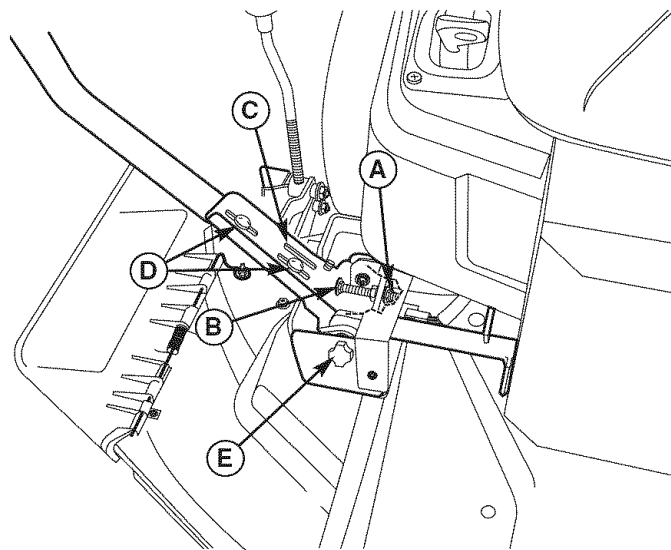

Figura 34. Ajuste de las Palancas de Control
Jale las palancas hacia adentro, encima del regazo del operador a la posición de DRIVE. Afloje los pernos de montaje (D, Figura 34) y suba o baje las palancas a la posición deseada. Apriete los pernos de montaje (D).
La brecha final de las palancas de control deben ajustarse de modo que las palancas no se toquen entre sí cuando se pongan en posición de DRIVE. Afloje la contratuerca (A, Figura 34) y ajuste la longitud del tornillo de cabeza redonda (B) de modo que las palancas no se toquen entre sí. Repita lo mismo en el lado opuesto. Apriete la contratuerca (A) para fijar el tornillo de cabeza redonda en su posición.
El espacio entre el operador y las palancas de control puede incrementarse quitando el perno de montaje más bajo (D, Figura 34), girando la palanca hacia adelante y reinstalando el tornillo de cabeza hexagonal a través de las palancas de control y la ranura delantera (C). Repita lo mismo con la palanca de velocidad.
Si el tractor vira a la derecha o a la izquierda cuando las palancas del control de velocidad están en la posición de velocidad máxima hacia adelante, la velocidad máxima de cada una de las palancas puede balancearse girando las perillas de ajuste (E, Figura 34). Gire la perilla A LA IZQUIERDA para aumentar la velocidad o A LA DERECHA para disminuir la velocidad.